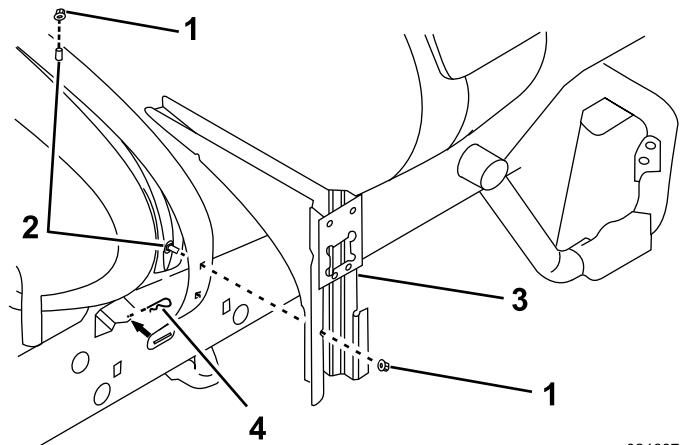

Figura 20
2. Coloque um parafuso de carroçaria (3/8 x 1 pol.) nos orifícios superiores interiores da cinta de depósito traseira direita (Figura 20).
3. Coloque um parafuso de carroçaria (3/8 x 1 pol.) nos orifícios inferiores exteriores da cinta de depósito traseira direita (**Figura 20**).
5. Monte a montagem da válvula nos dois parafusos de carroçaria (3/8 x 1 pol.) utilizando duas porcas de bloqueio flangeadas (Figura 20).